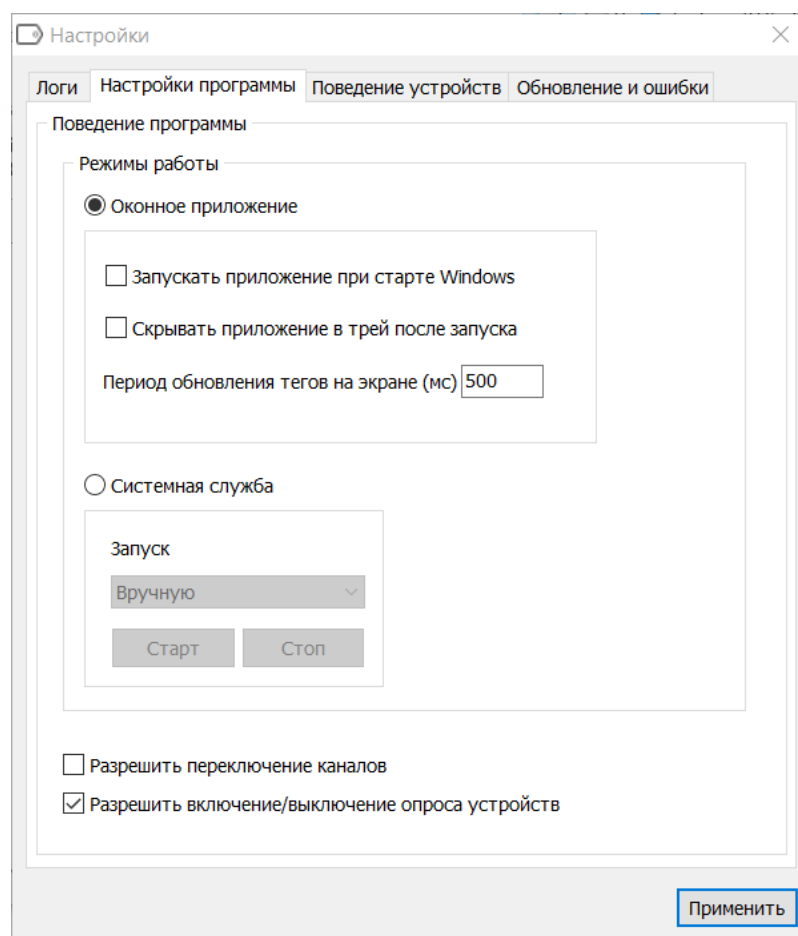

Рис. 33.2 Группа настроек «Поведение программы»
2. «Настройки программы», рис. 33.2.